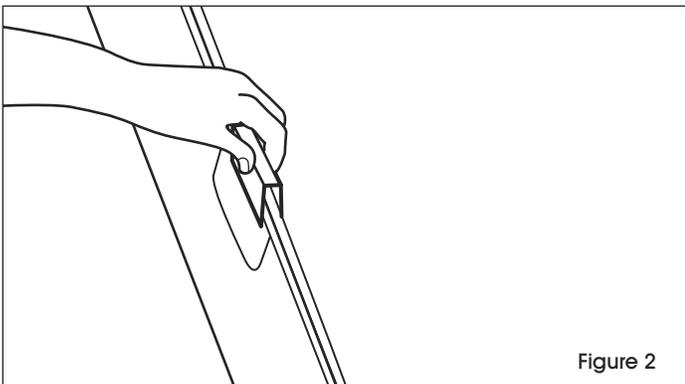

Figure 2
2. Placez deux stations de travail côte à côte. Placez le raccord sur les rebords supérieurs des stations de travail. (Voir Figure 2)
3. Lorsque le raccord est positionné sur les rebords supérieurs des stations de travail, enfoncez le raccord à l'aide d'un maillet en caoutchouc ou en plastique. (Voir Figures 2 et 3)